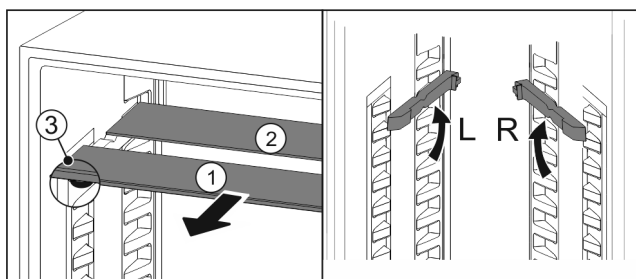

Fig. 74
- Extrageți Fig. 74 (1) pe rând plăcile de sticlă spre înainte.
- ▷ Placa de sticlă Fig. 74 (1) cu șipca decorativă se află în față.
- ▷ Opritoarele Fig. 74 (3) indică în jos.